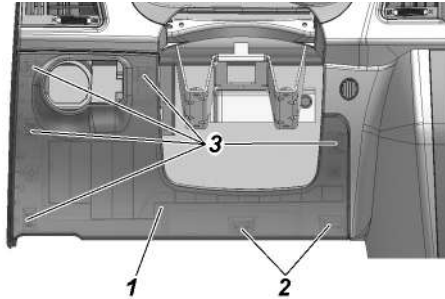

Рис. 9.32. Установка крышки блока реле и предохранителей :
- вывести из зацепления две защелки 2 (рис. 9.32) с оборотной стороны крышки блока, расположенные в нижней ее части;